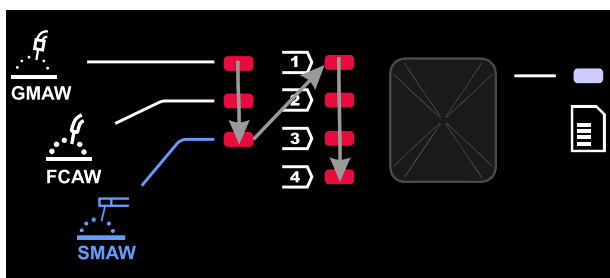

Figure 8
- Appuyer à nouveau sur le bouton gauche [40], l'indicateur de programmes de soudage (41 ou 42) passe au programme suivant dans l'ordre indiqué sur la figure 8.